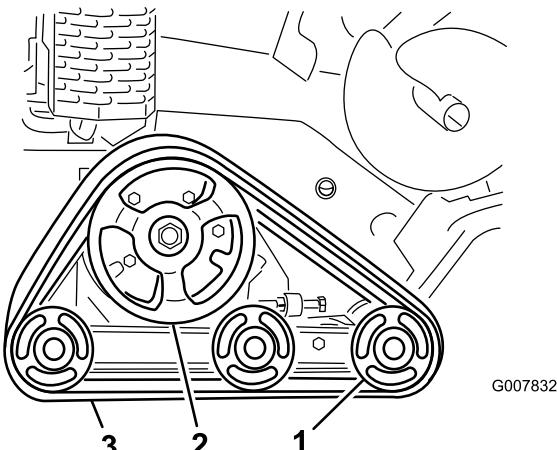

Figure 46
**Important:** Nettoyez soigneusement les galets de roulement et le pignon d' entraînement (Figure 46).